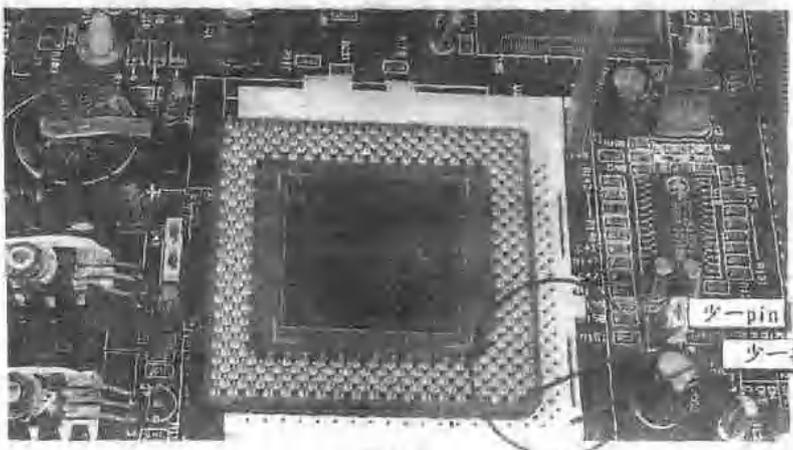

图 1-11
4. 如果 CPU 没有索引点也没有关系,只要将 CPU 中少了一只 pin 脚的那一角对上插座上少了一孔的那一角即可(如图 1-11)。